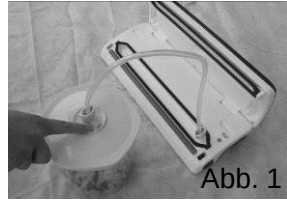

Abb. 1
3. Öffnen Sie die Deckelklappe des Geräts. Schließen Sie ein Ende des Schlauchs an die Absaugöffnung der Vakuummkammer und das andere Ende des Schlauchs an das Ventil bzw. die Öffnung im Deckel des Behälters. Sorgen Sie dafür, dass das Ventil am Deckel des Behälters auf die Position „Schweißen“ („SEAL“) gedreht ist (Abb. 1 und 2).